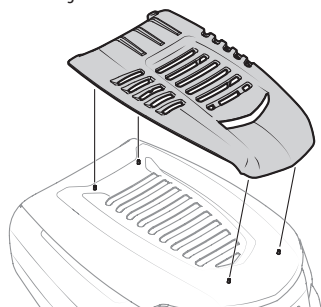

Figura 6
3. Calce la tapa del capó en su lugar usando el capó como guía. Consulte la Figura 6.